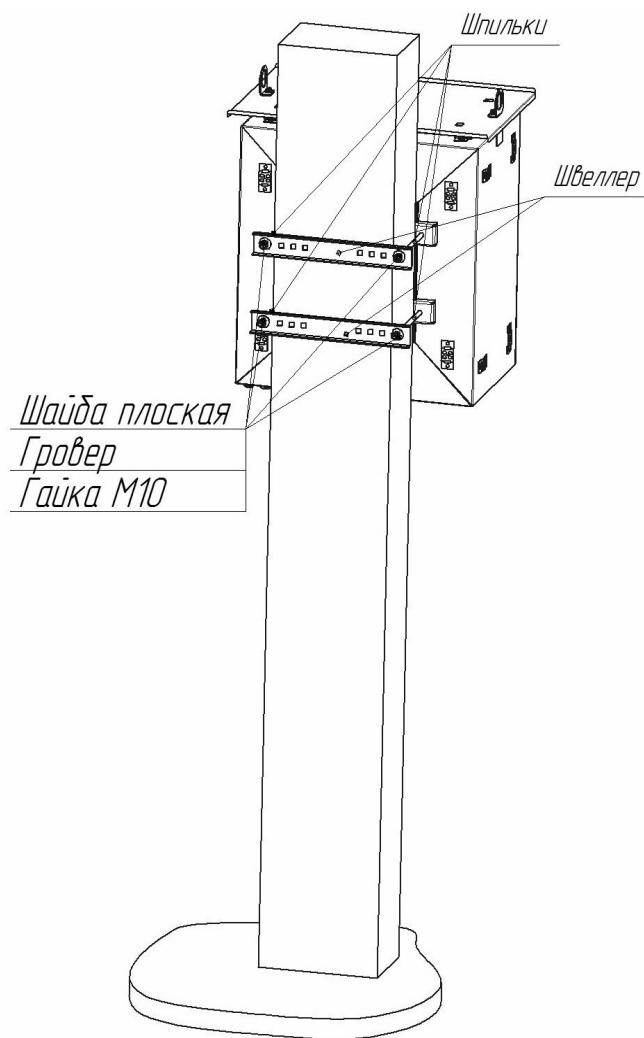

Рис. 15.
- установить на шпильки швеллера и притянуть их к столбу с помощью крепежного комплекта состоящего из плоской шайбы, гровера и гайки М10 (см. рис. 15), проверить надежность крепления шкафа к столбу (при необходимости протянуть гайки М10). Произвести фиксацию данных резьбовых соединений установив вторые гайки М10 и законтрив их.